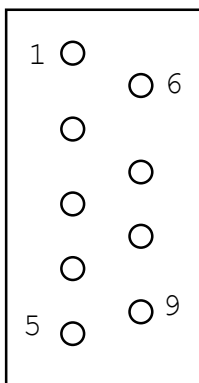

Рисунок 9
9.1.6. Для подсоединения к датчикам используется 9-ти контактный разъём «CANON», рисунок 9. Разводка разъёма приведена в таблице 5.